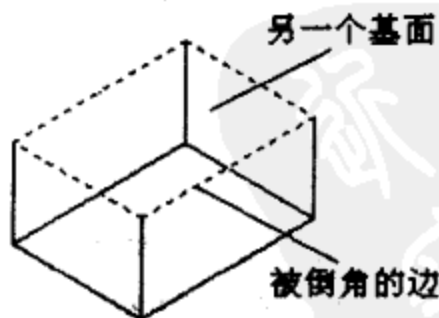

图 7-3 另一个基面
- 下一个：与选中的基面相临的另一个基面，如图 7-3 所示。